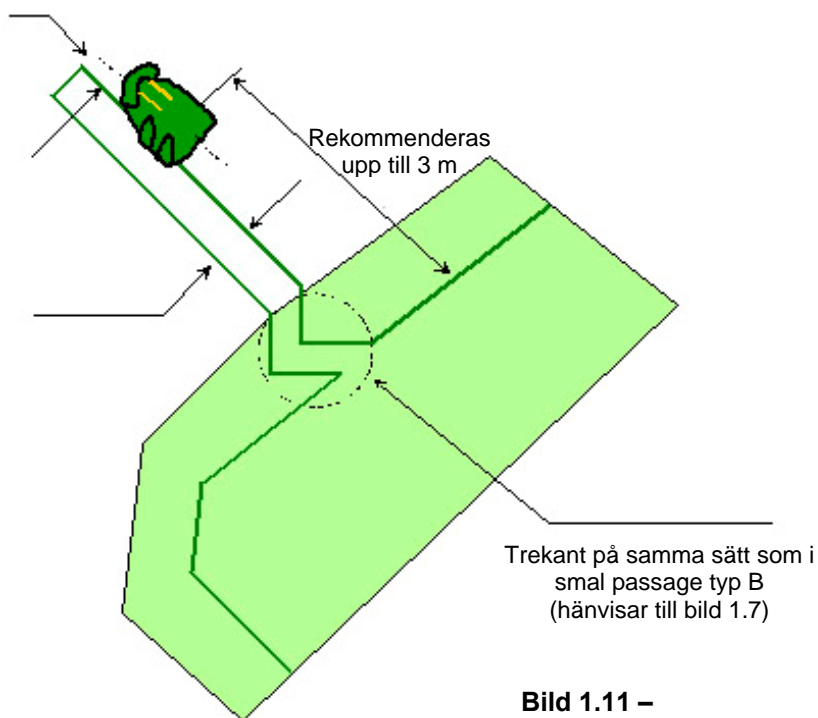

Bild 1.11 –
- Placera basstationen enligt din ritning med inhägnaden mot insidan av gräsmattan, enligt bild 1.11 eller 1.13;